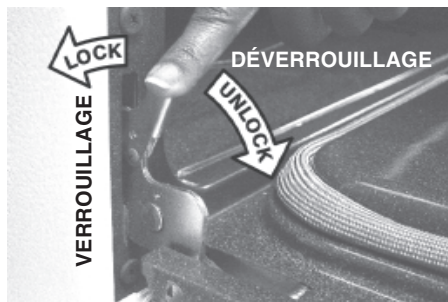

Fig. 2
2. Tirez les verrous de la charnière de gauche et de droite du cadre de la cuisinière vers la porte du four (fig. 2). Vous pourriez avoir besoin d'un petit tournevis à tête plate.
4. Poussez les verrous des charnières de droite et de gauche vers le haut et dans le cadre du four (fig. 2) jusqu'à ce qu'ils soient en position verrouillée.